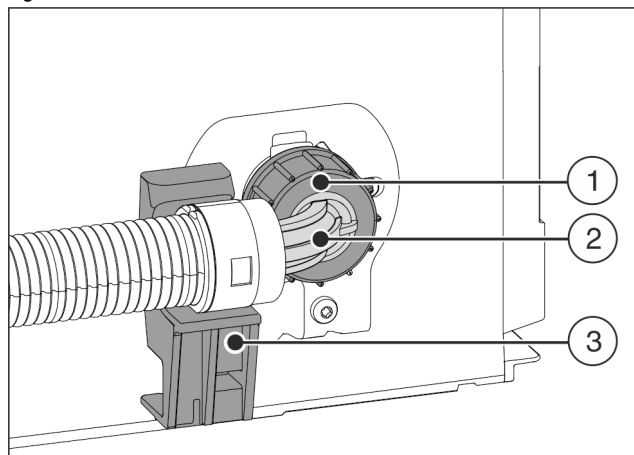

Fig. 9
- ▶ Afgewikkeld slangeinde Fig. 9 (2) horizontaal op de houder Fig. 9 (3) positioneren en vasthouden.
- ▶ Moer Fig. 9 (1) met de hand op de schroefdraad draaien tot een veilige vaste bevestiging is bereikt.